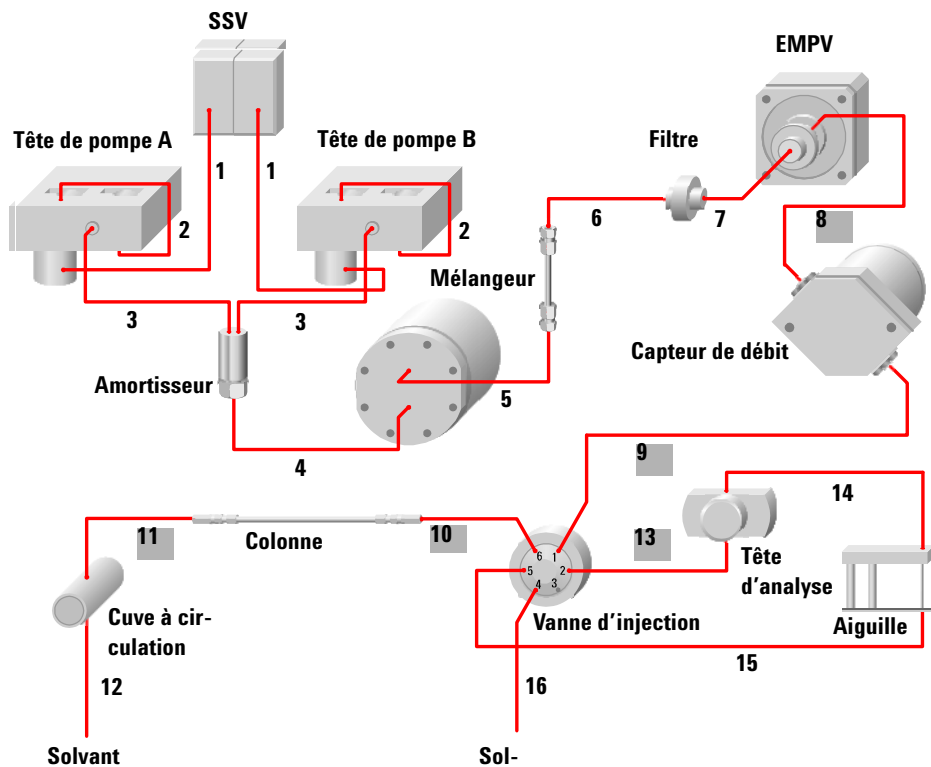

Figure 39 Circuit hydraulique de la pompe capillaire
Le kit d'extension de la gamme des débits décrit dans le Tableau 80 permet d'adapter la pompe capillaire afin de travailler jusqu'à un débit de 100 µl/min. Afin de diminuer la pression dans le système lorsque le débit peut atteindre 100 µl/min, il est nécessaire de changer certains capillaires. Ces capillaires (8, 9, 10, 11, 13) sont indiqués en rouge sur la Figure 39, page 137.
- 1 A l'aide de la clé plate de 4 mm/1/4 - 5/16 pouce, déconnectez les capillaires 8, 9, 10, 11 et 13 (consultez la Figure 39, page 137 pour les localiser).
- 4 A l'aide de la clé plate de 4 mm/1/4 - 5/16 pouce, connectez les capillaires 8, 9, 10, 11 et 13 (consultez la Figure 39, page 137 pour les localiser).